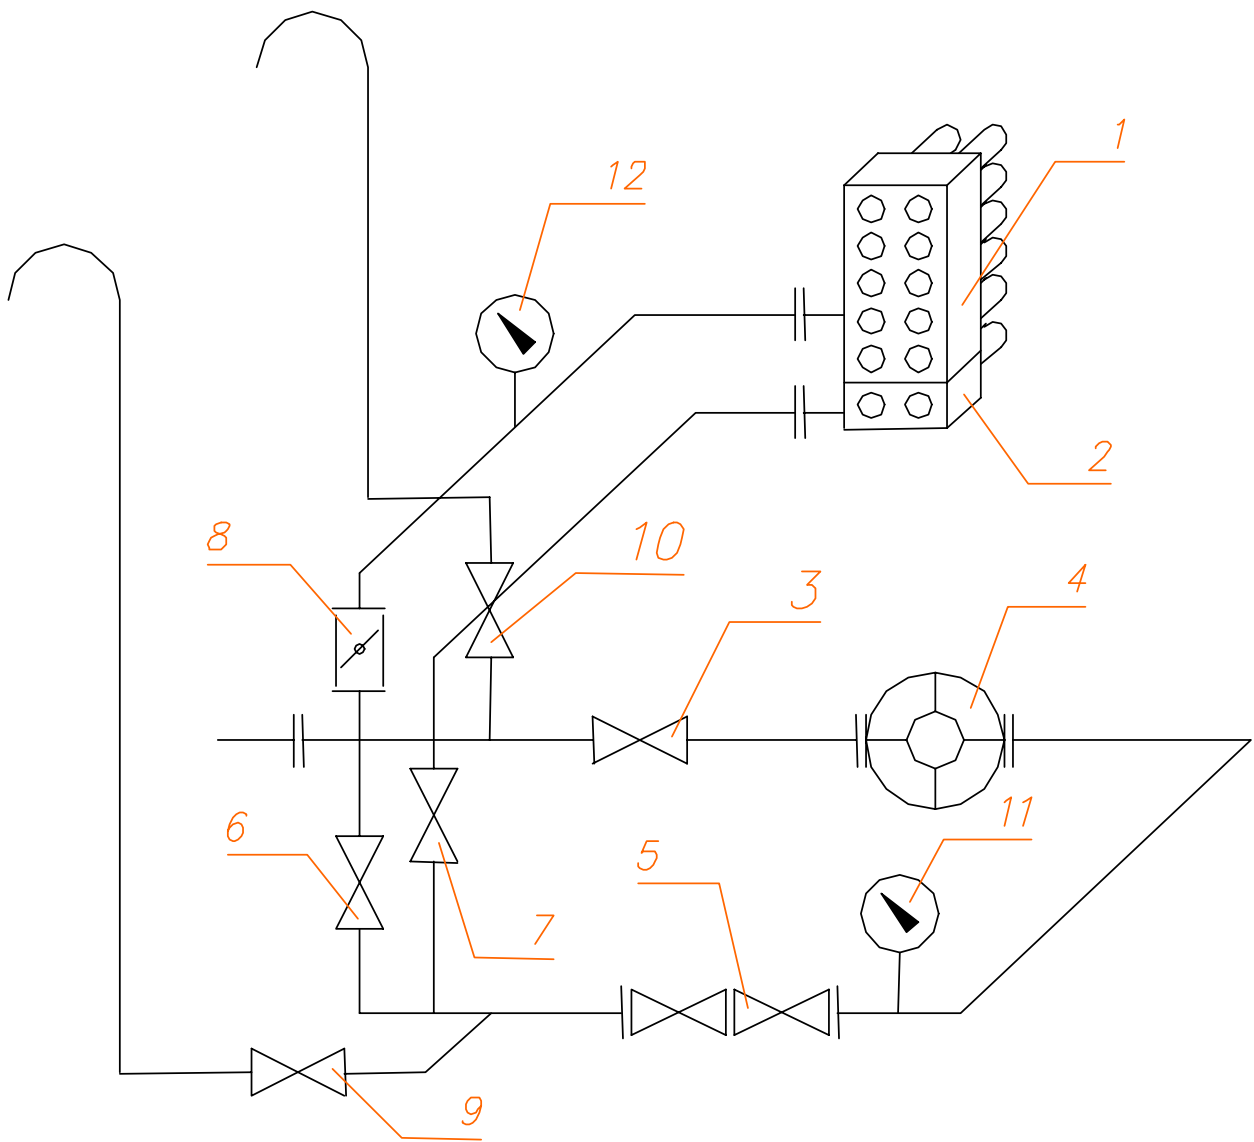
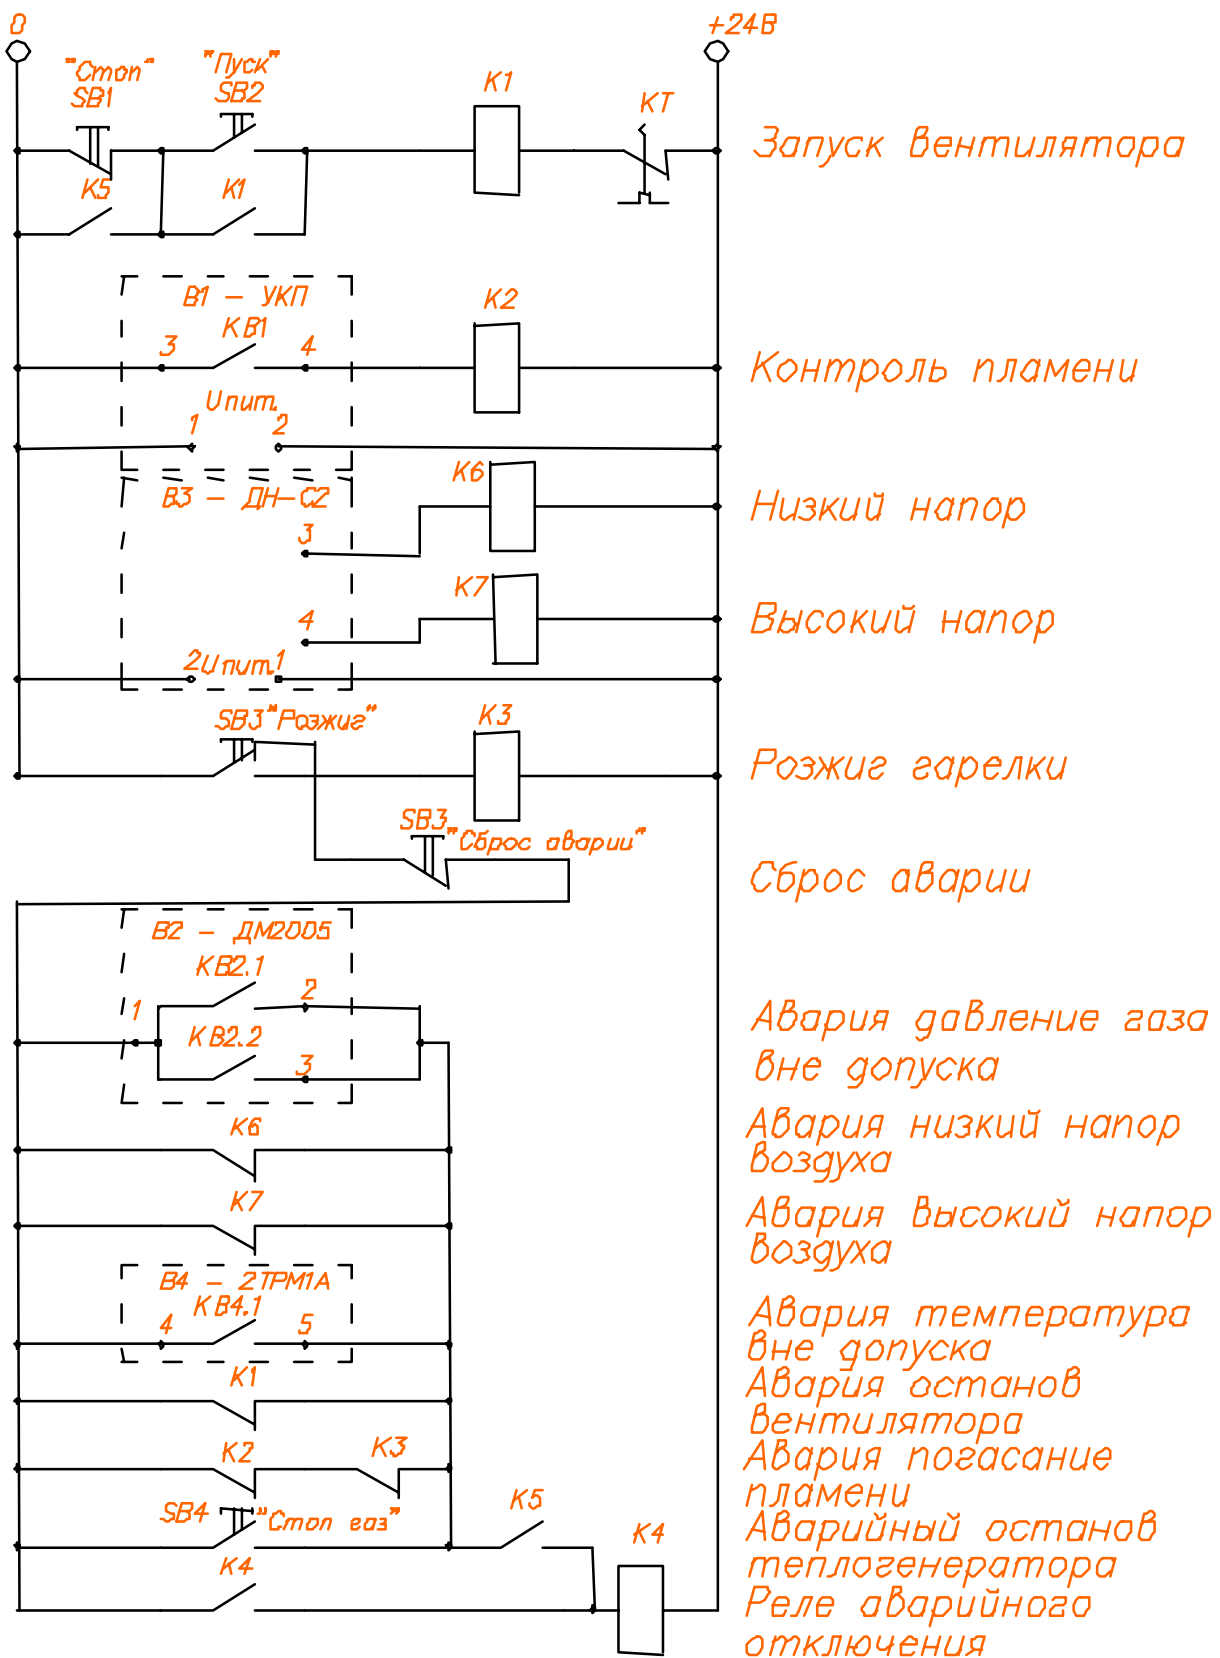

Рис.2 Схема газового оборудования теплогенератора Т1000С.
Рис.3 Автоматика безопасности и КИП Т1000С цепь 24В.
4.6 В отсеке управления размещаются газоподводящая арматура рис.2, пускорегулирующая аппаратура, система автоматики безопасности и КИП рис.3,4,5,6 и органы управления.
7.5 Открыть вводной кран 3 рис.2 и убедиться в наличии давления газа по манометру 11 рис.2.
7.6 Нажать и держать кнопку 4 "Розжиг" рис.6 и плавно открывать газовый кран 7 рис.2 запальной горелки.
7.9 Плавно открыть кран основной горелки 6 рис.2. Визуально проконтролировать появление факела в топке.
8.2 Давление газа регулируется с помощью регулирующей заслонки 8 ЗМС50 рис.2, поворот против часовой стрелки рычага заслонки увеличивает давление газа, поворот по часовой стрелке уменьшает. Для стабильной работы горелочного устройства давление газа должно находиться в пределах от 0.8-0.2 кгс/см² (kgf/cm²), контролируется по манометру 11 рис.2.
- закрыть кран основной горелки 6 рис.2;
- закрыть кран запальника 7 рис.2;
- вводной кран 3 рис.2;
- открыть кран безопасности 9 рис.2;
- по манометру 12 рис.2 убедиться в отсутствии давления газа;